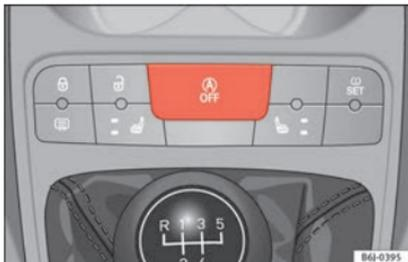

Fig. 162 Détail du bouton du fonctionnement Start-Stop.
- Appuyez sur la touche  » **fig. 162** située sur la console centrale. Lorsque le systè-
- Appuyez sur la touche  » **fig. 162** située sur la console centrale. Le témoin s'éteint.